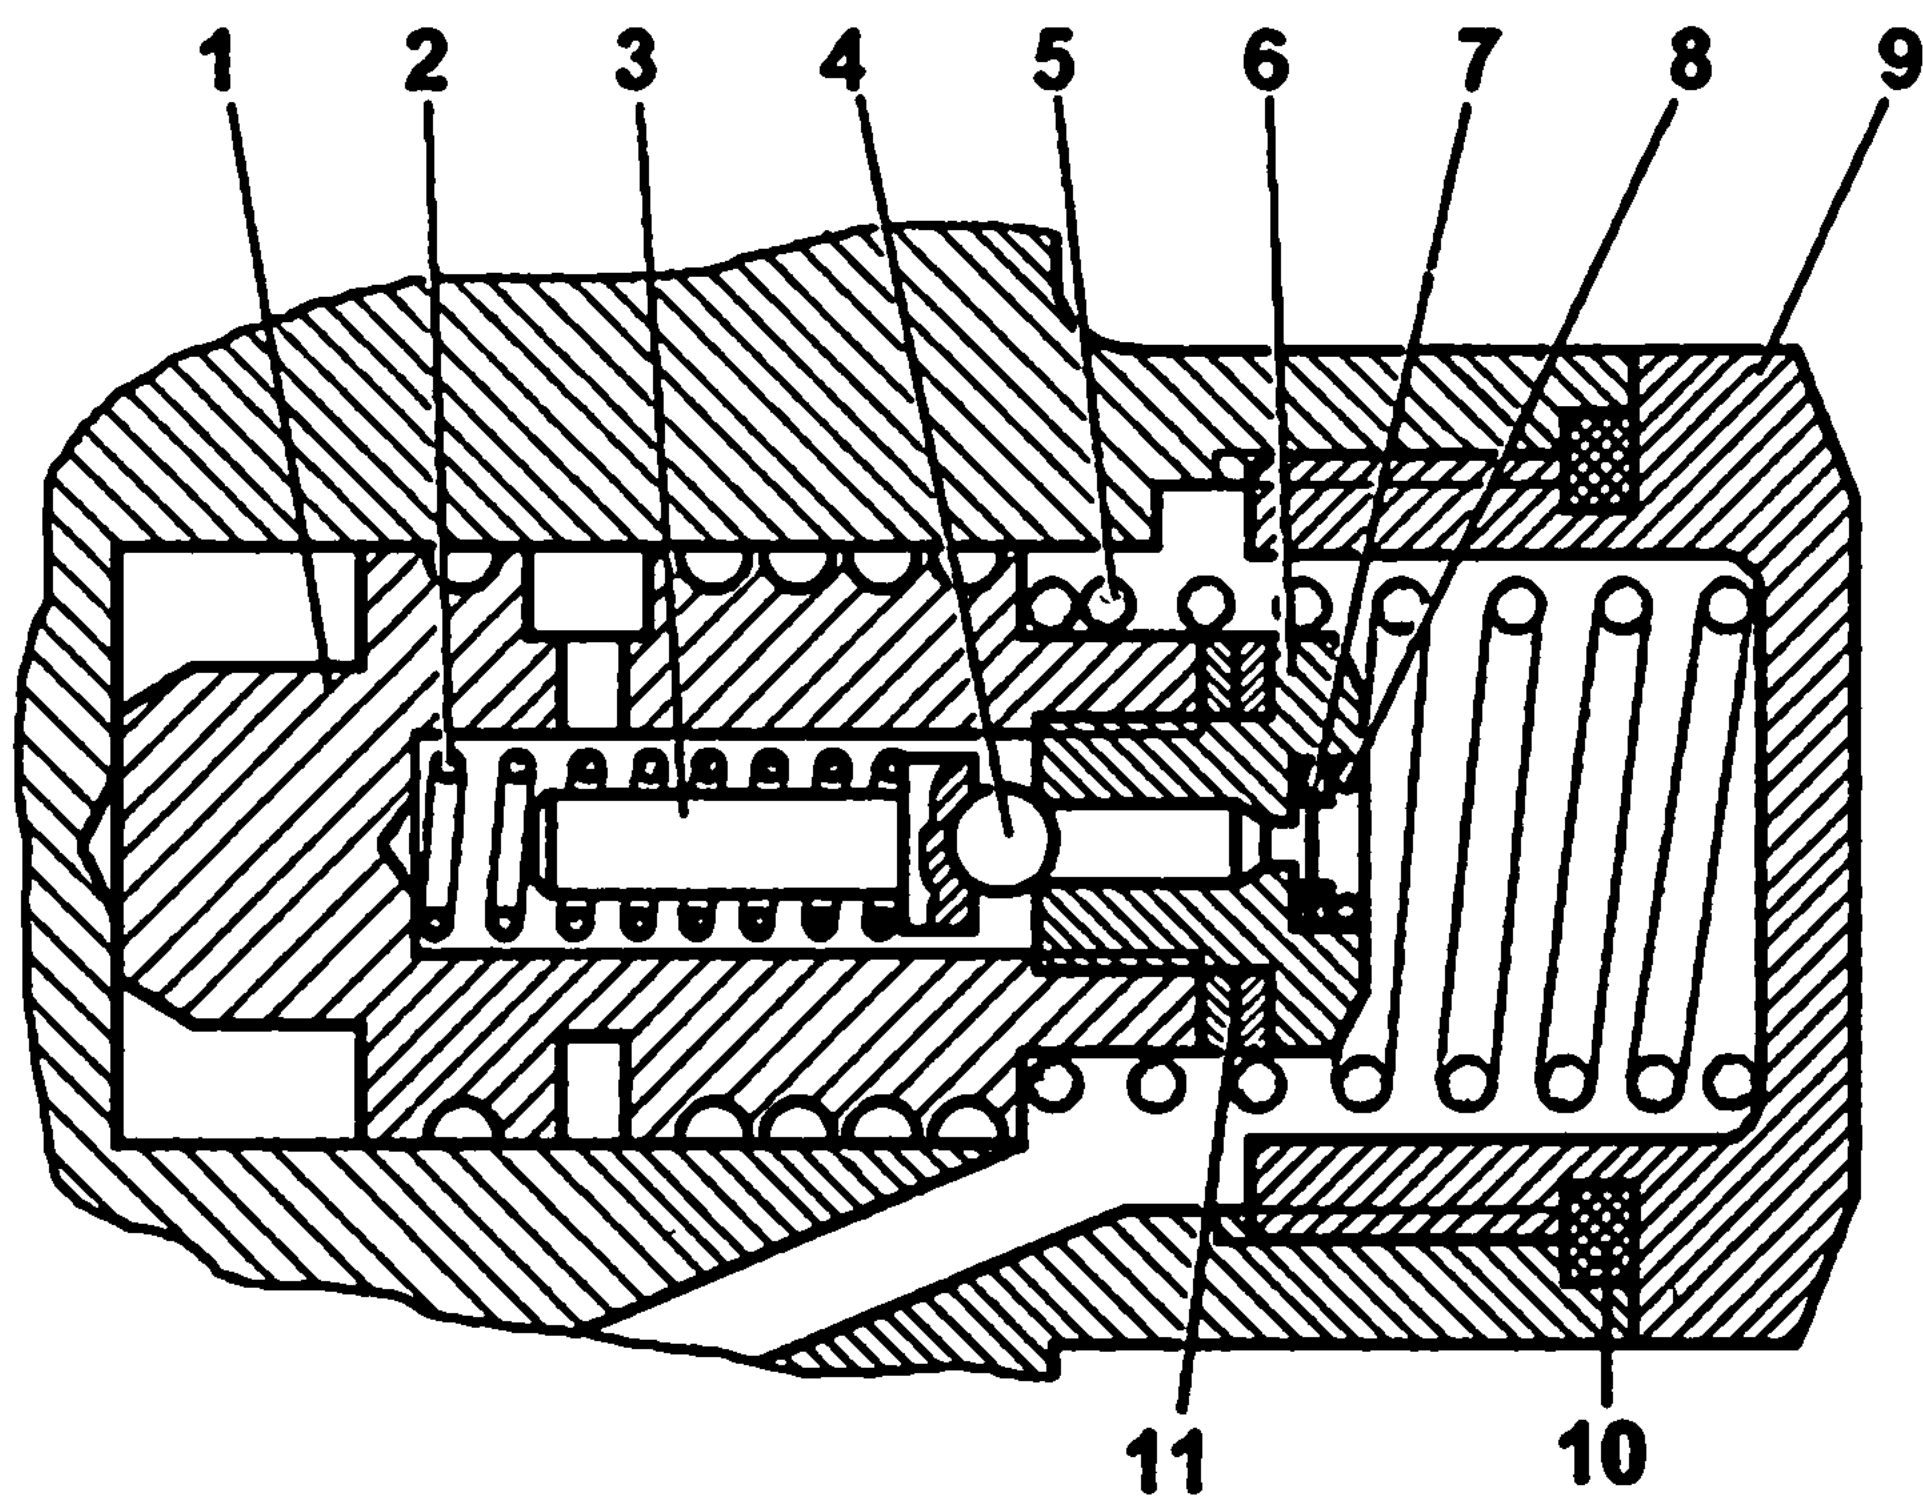

Рис. 97. Расходный и предохранительный клапаны насоса:
1. Отверните пробку-заглушку 9 (рис. 97), расположенную над выходным отверстием насоса.